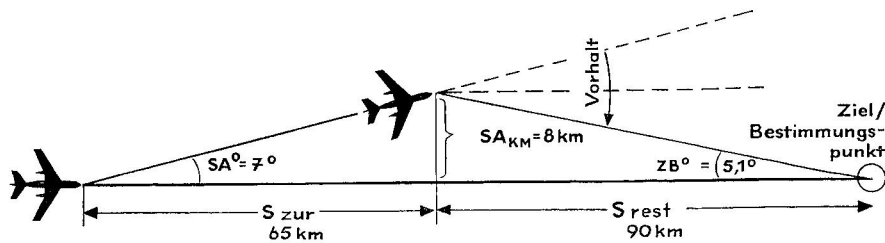

Abb. 20
Beispiel 57: Wir entnehmen die Werte der Abbildung 20
1. Ergebnis: $SA^\circ = 7^\circ$ (Abbildung 20), Index E \downarrow über F-9-0 ziehen, Läuferstrich auf F-8 führen, gegenüber auf E-5-1 ablesen.